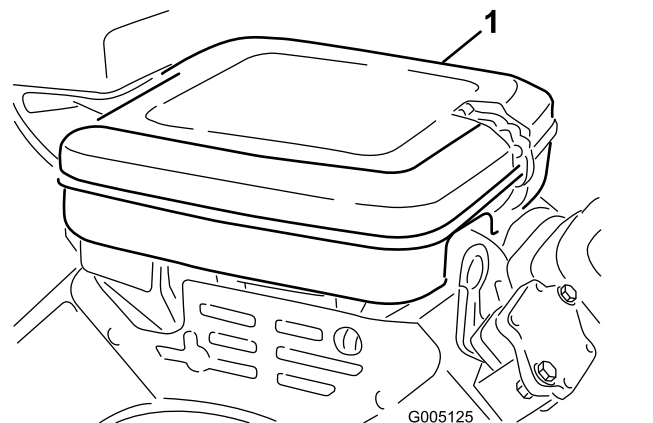

Figure 36
1. Nettoyez soigneusement le couvercle (Figure 36).